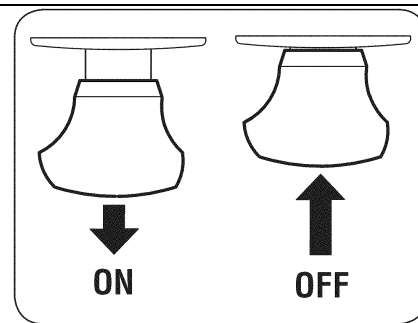

Рис. 9
2. Кнопку механизма отбора мощности установить в положении ON (ВКЛ.). См. Рис. 9.